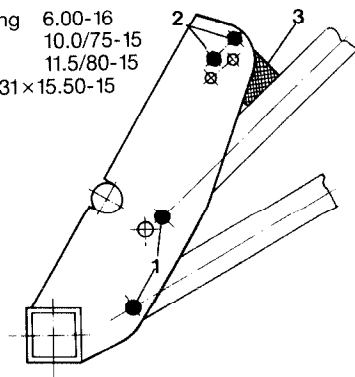

Fig.60
- Scharnierdemper (Fig. 60/3) overeenkomstig de bandenmaat aanduiding (Fig. 60/2) monteren.